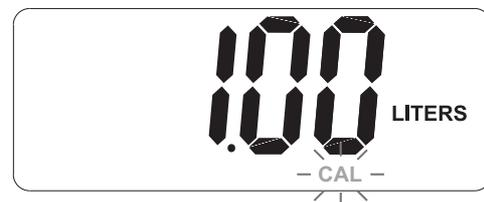

ABB. 12 Kalibrierung abgeschlossen
- b. Die Taste TOTAL gedrückt halten, bis auf dem Display 1.00 erscheint (ABB. 12). Die Neukalibrierung ist jetzt abgeschlossen.